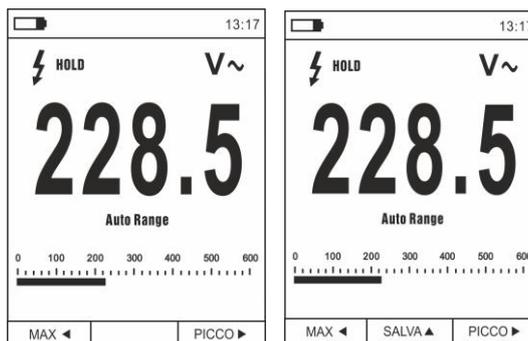

Fig. 7 Salvataggio valore fissato a display
1. Premere il tasto **HOLD/REL** per fissare il risultato. Il messaggio "HOLD" appare a display e il tasto virtuale **SALVA ▲** è mostrato a display (vedere Fig. 7 – parte destra)